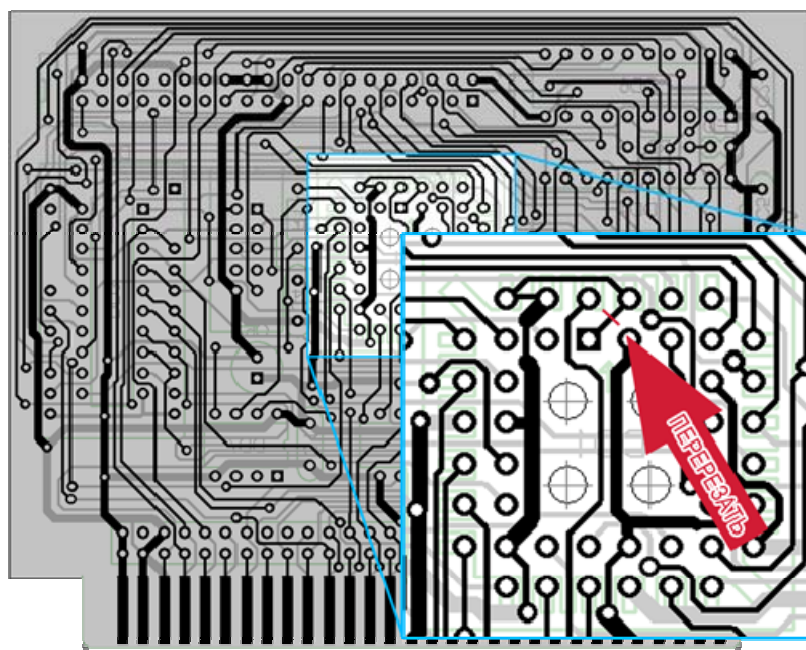

Рис. 5 – Доработка платы. Места разреза дорожек.
2. Отрезать от земли ногу 1 DD1 ALTERA EPM3032/EPM3064 (см. Рис.5, вид платы со стороны пайки) и подать на нее сигнал /IORQ с краевого разъема, контакт В17.